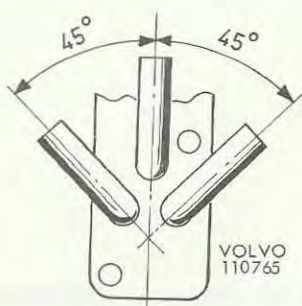

Bild 6. Slanganslutningarnas placering (SU)
1. Placera de tre slanganslutningarna (5, 6 bild 3) i hålen i ventilreglaget (4). De tre slanganslutningarna skall placeras med 45° vinkel i förhållande till varandra, se bild 6. Nita samman varmstartventilen och ventilreglaget med lämplig 1/8" nit.
2. Träd gummitätningen (13) samt hävarmen (16) på reglerstången (14). Träd på brickan
(3) och skruva på muttrarna (2) och (1). Drag upp reglerstången så långt det går dvs så långt att gummiringarna (11) på reglerstången glider i och igenom hålet i kolven (10). Träd på en 80 mm lång slang på anslutningen i mitten och en 50 mm lång slang på vardera av de båda andra anslutningarna.